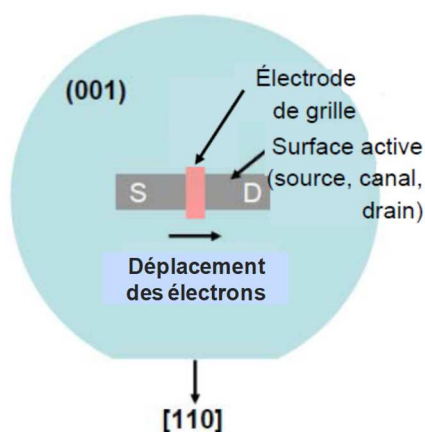

Figure 8.1.
**1.1.** La performance d'un MOSFET dépend fortement de l'orientation cristallographique de la surface du canal ainsi que de la direction du courant (Figure 8.1). Ainsi pour un MOSFET à canal N, dans lequel le courant est dû aux électrons, une surface de canal à basse densité atomique est préférable pour obtenir de meilleures performances du transistor.
**1.2.** Lors de la fabrication d'un circuit intégré, l'orientation cristalline de la surface du canal est contrôlée avec précision en découpant les *wafers* de silicium le long des plans (001) et en indiquant par un méplat la direction [110] (Figure 8.1). Quelle est la direction du courant ?